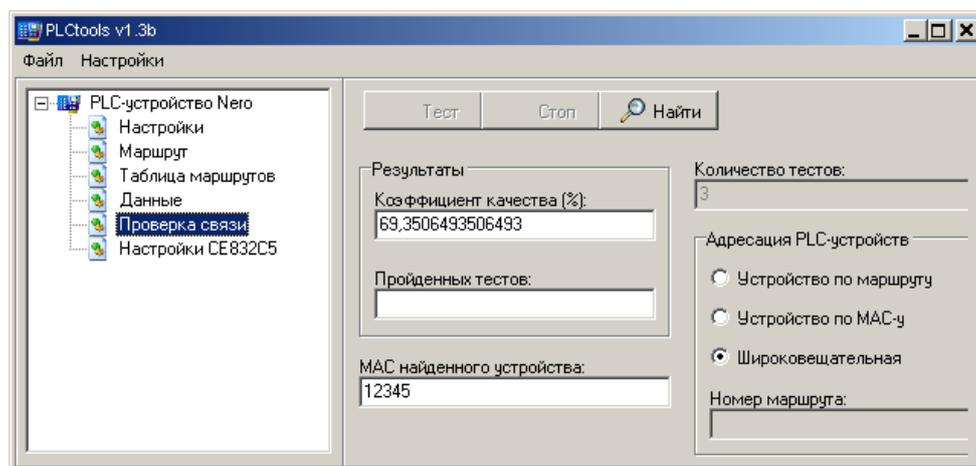

Рисунок 51 – Поиск PLC-устройства
**Примечание** – Если MAC-адрес встроенного в счетчик PLC-модуля неизвестен, то перейти на вкладку «Проверка связи» (рисунок 51). В разделе «Адресация PLC-устройств» установить указатель «Широковещательная». Нажать кнопку «Найти», адрес найденного устройства отобразится в поле «MAC найденного устройства».